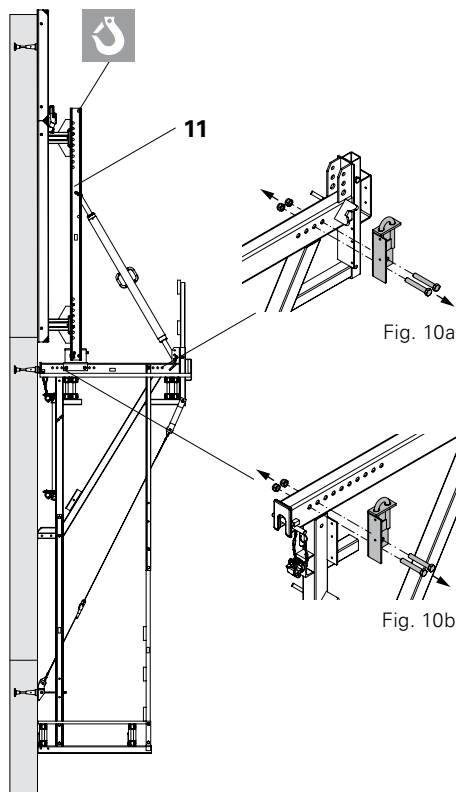

Fig. 10
- Quando la cassaforma è montata, non agganciare l'imbracatura all'angolare CB 160: rischio di ribaltamento. (Fig. 10)
- Per movimentare la cassaforma a ripresa (unità composta da cassaforma e mensola), agganciare l'imbracatura all'estremità superiore del corrente verticale (11).